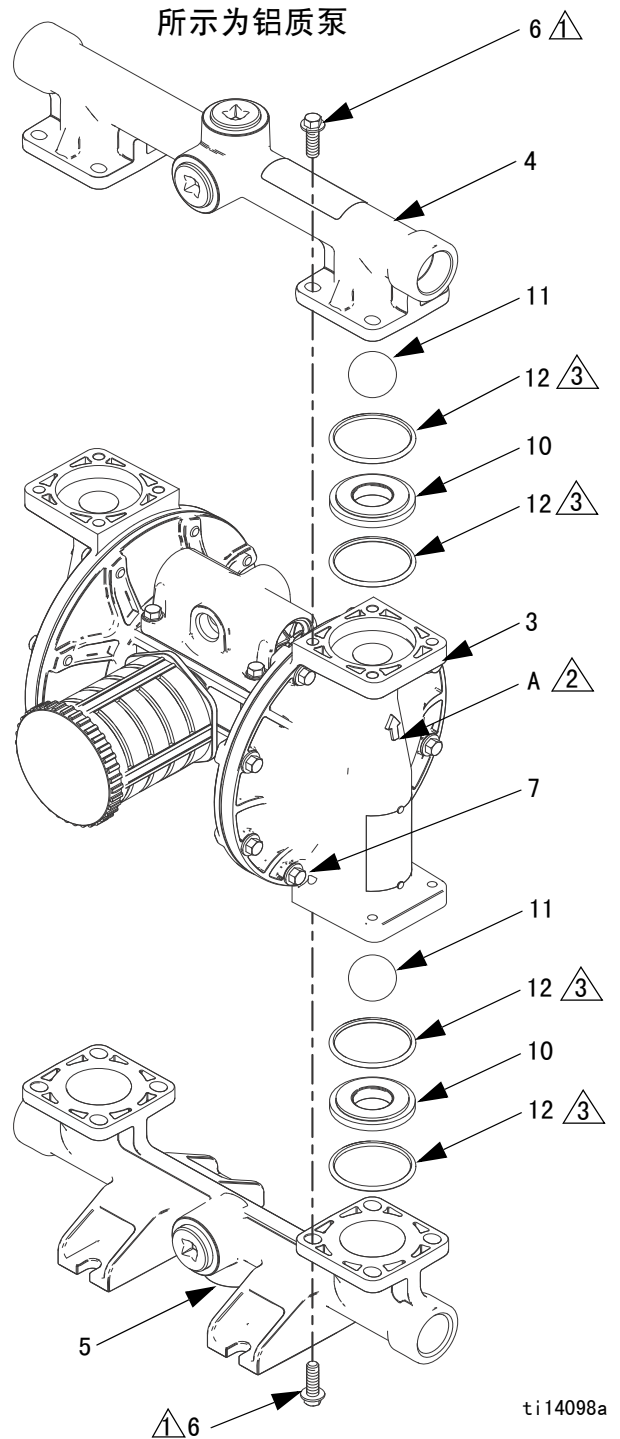

图 6. 球止回阀组件
3. 使用 10 毫米套筒扳手卸下出口歧管紧固件（6）。参见图 6。
2. 按照图 6 中的所有注释，以相反的顺序重装。应确保球止件（10-12）和歧管（4、5）都完全按图示组装。流体盖上的箭头（A）必须指向出口歧管（4）。